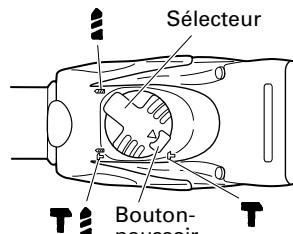

Fig. 12
Le foret de cette perceuse peut être mis en mode de percussion uniquement en appuyant sur le bouton pressoir et en tournant le sélecteur sur le repère **T**. (Fig. 12)
(3) Tourner le sélecteur sur le repère **T**. (Fig. 12)